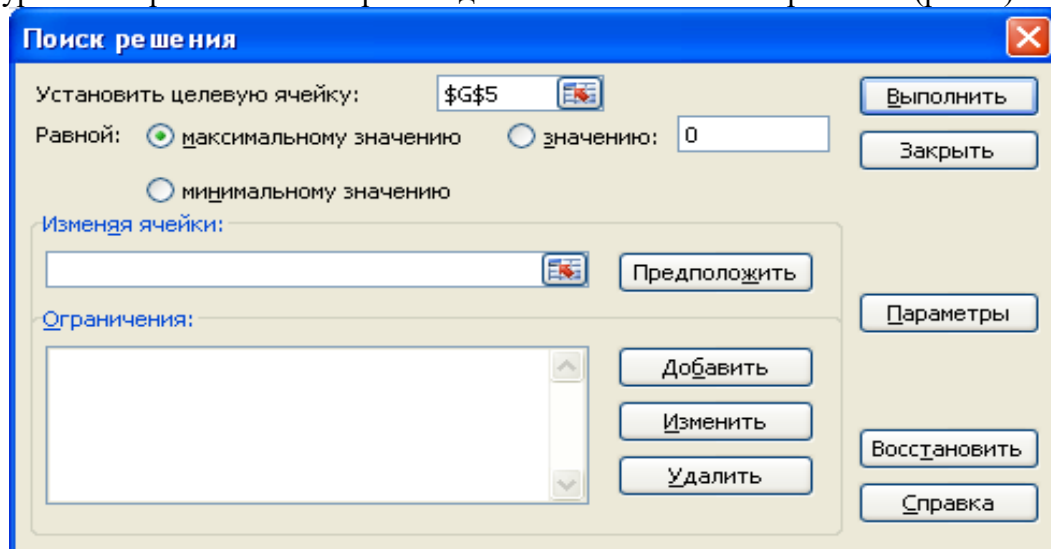

Рис.2 Поиск решения
8. Выбираем вкладку *Данные* и в ленте в разделе *Анализ* щелкаем мышью по аббревиатуре *Поиск решения* — откроется диалоговое окно *Поиск решения* (рис. 2).